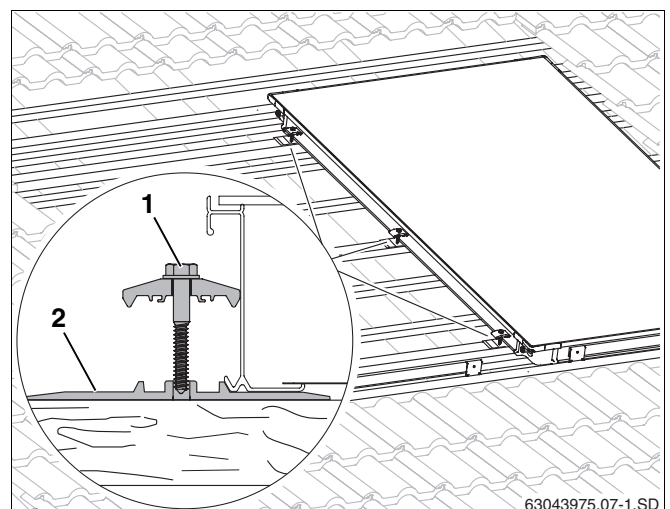

Fig. 26 Elemento de sujeción bilateral en el primer colector
- ▶ Es necesario realizar previamente un taladro de 4 mm para el tornillo (fig. 26, **pos. 1**). Utilice las entalladuras de la placa intermedia para realizar las marcas.